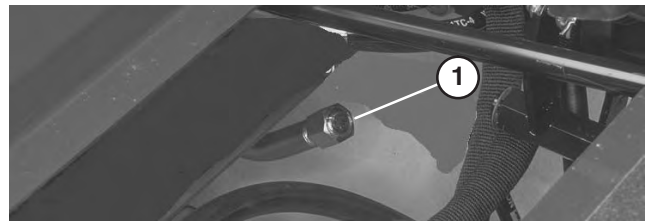

Bild 17
1. Bringen Sie den Füllstutzendeckel wieder auf dem Einfüllstutzen an (Bild 17). Sie sollten den Deckel nicht mit einem Schraubenschlüssel festziehen.